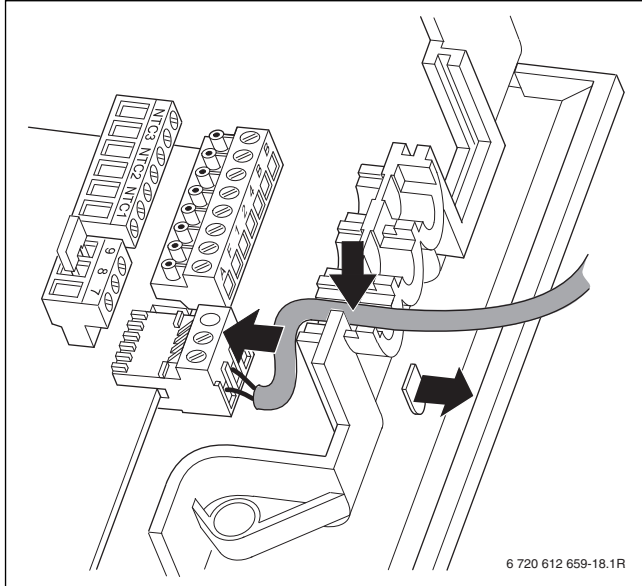

Fig. 33 Cableado eléctrico sonda de temperatura del acumulador
- ▶ Conectar el cable de la sonda de temperatura del acumulador según la imagen 33.